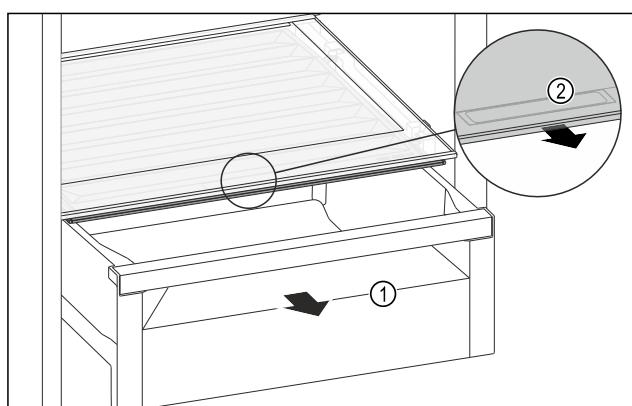

Fig. 121
- Витягніть висувний ящик Fig. 121 (1).
- Візьміться за потайну ручку Fig. 121 (2) на кришці відділення й одночасно потягніть кришку відділення вперед.